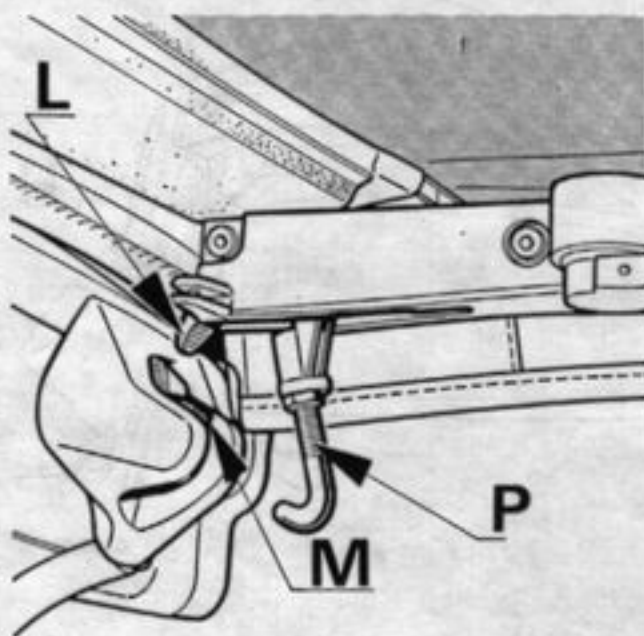
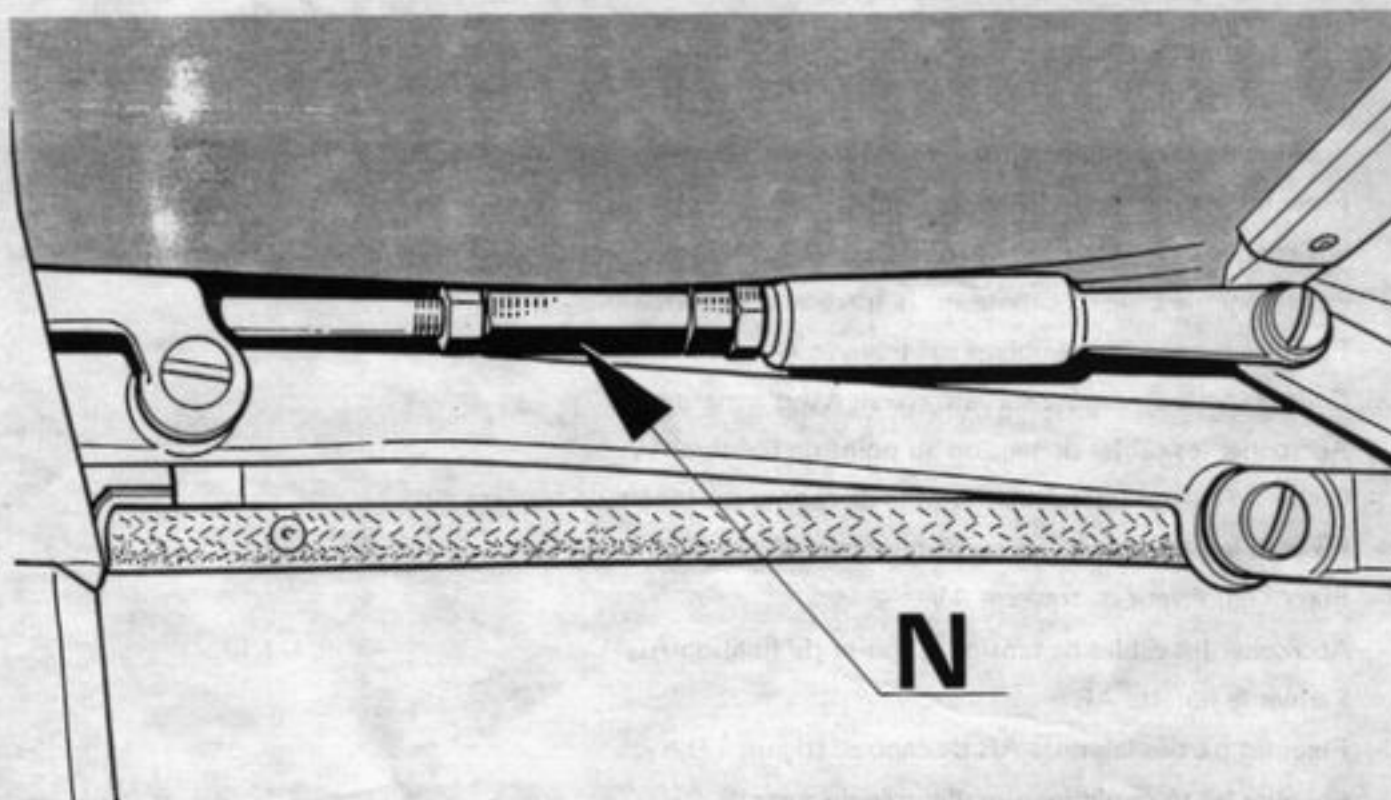

Figure 24
Figure 25.
- Ramener l'ensemble de capote vers l'AV sans verrouiller la fermeture, (figure 24)
- la position des doigts de verrouillage AV (L) par rapport aux gâches (M), (figure 24)
Régler simultanément les deux tendeurs latéraux (N, figure 25) de telle sorte que les doigts de verrouillage AV (L) coïncident avec le centre des gâches (M, figure 24)
Régler le verrou (P, figure 24) afin que l'effort exercé sur la poignée soit correct.